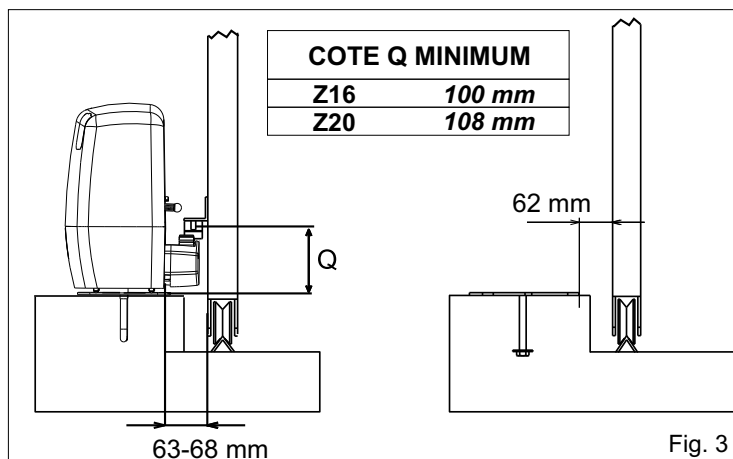
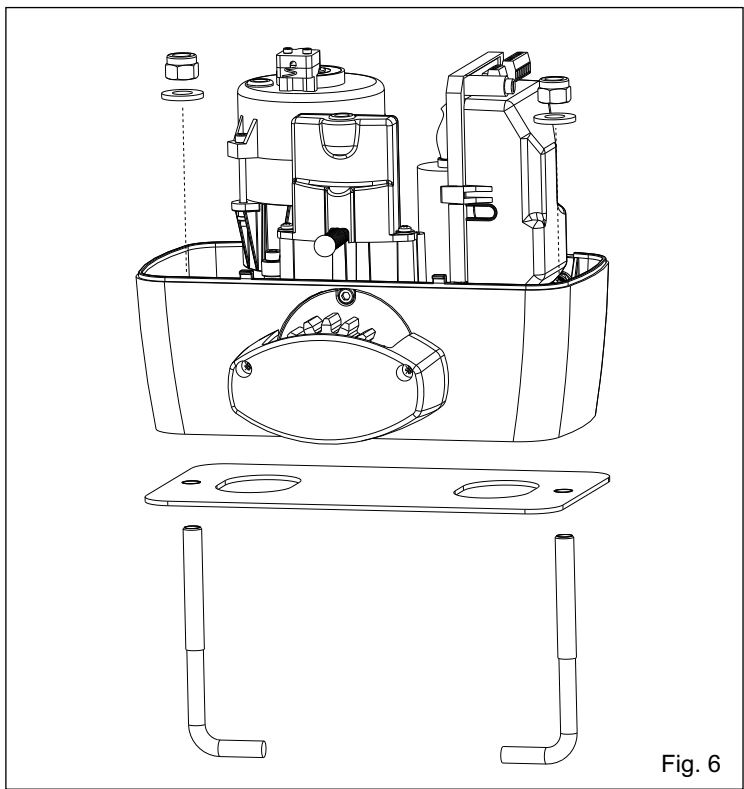

Fig. 3
Fig. 6
2.3. Avant de cimenter la plaque d'ancrage s'assurer qu'elle est parfaitement horizontale et que les cotes de 63-68 mm indiqués dans Fig. 3 sont respectés.
4.2. Fixer le moteur à la plaque de fondation avec les 2 écrous et régler la position latérale (Fig.6) en respectant les cotes cités dans Fig.3.